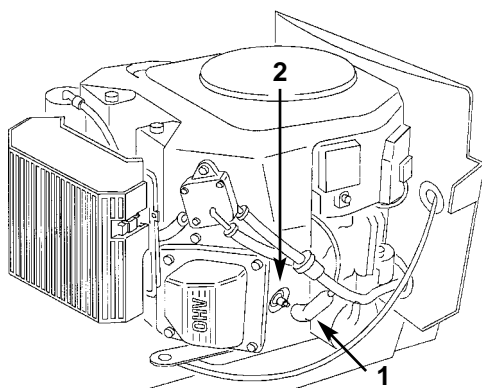

Figure 23
3. Togliete il cappellotto dalla candela (Fig. 23) e pulite attorno alla candela per impedire che lo sporco penetri nel motore e lo danneggi.
3. Spingete il cappellotto sulla candela (Fig. 23).